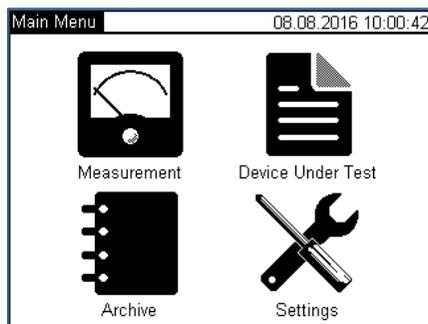

Рисунок 12.2
1) Из основного окна (рисунок 12.2) войти в окно "Settings", выбрать строку "Clear the Archives". На экране появится окно, представленное на рисунке 12.9.